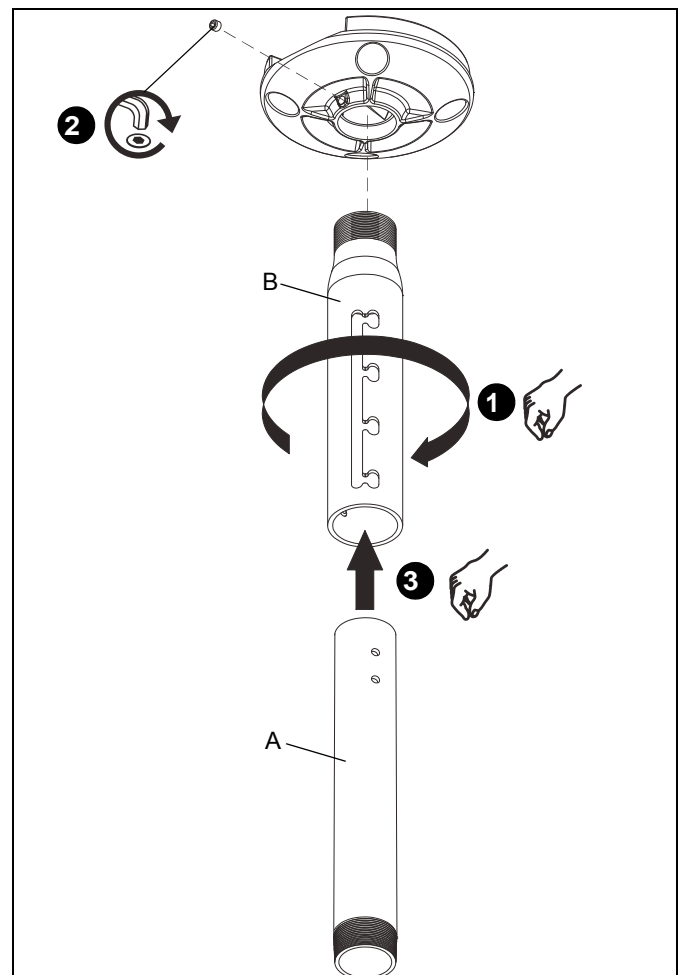

Figure 2
1. Insérez la colonne fileté NPT de 1½ po (A ou B selon le cas) dans la plaque/l'adaptateur (voir Figure 2). Serrez fermement la colonne.
2. Fixez la colonne (A ou B selon le cas) en serrant la vis de pression dans la plaque/l'adaptateur (voir Figure 2).
3. Installez la colonne d'accouplement (A ou B selon le cas) (voir Figure 2).